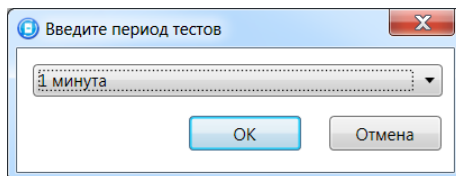

Рис. 6.25. Выбор периода опроса радиоизвещателя
3. В следующем окне укажите период опроса радиоизвещателя (рис. 6.25). Для охранных радиоизвещателей, устанавливаемых в проходной зоне (магнитоконтактный извещатель *Ладога-МК-РК* на входной двери, извещатель *Фотон-12-РК* в прихожей и т. д.) рекомендуется задавать небольшой период опроса (например, **15 секунд**) для оптимизации использования алгоритмов задержки на постановку и снятие. Для остальных радиоизвещателей рекомендуется задавать больший период опроса (например, **1 минуту**) во избежание быстрой разрядки их источников питания и перегрузки радиоканала.